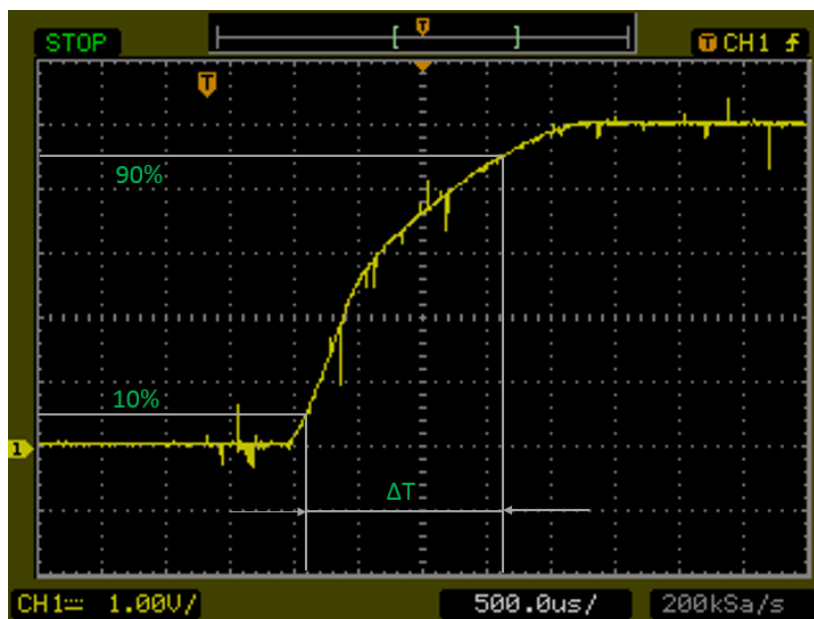

図 3 立上り波形。ΔTが立上時間。
*5 出力電圧が落ち着く値の 10%から 90%に到達する時間(図 3)。負荷は表 3 の E、入力電圧は 380V、周囲温度 25°C~30°Cにて測定。